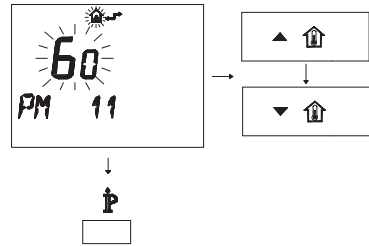

Figura 5.42
- Per modificare il SET programmato agire sui pulsanti o e aspettare che il numero programmato cominci a lampeggiare (Figura 5.42). Ogni passo incrementato o de-